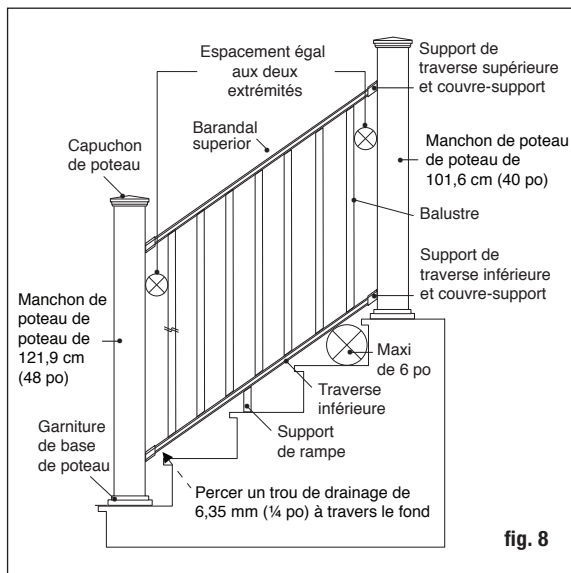
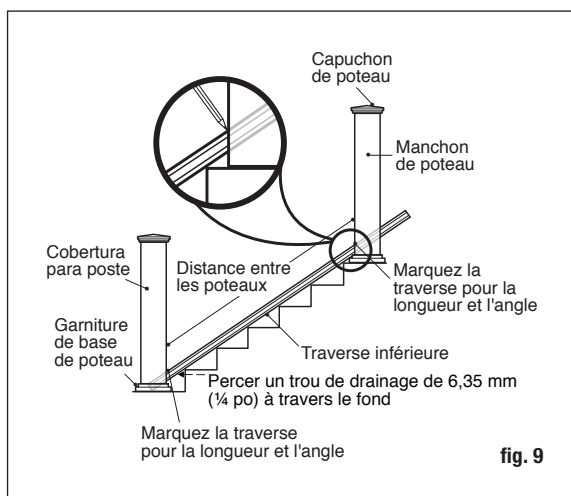
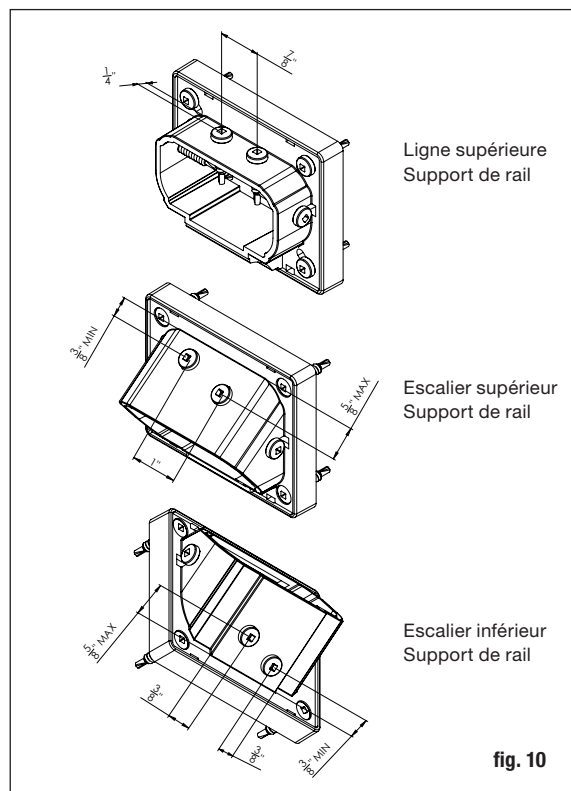

fig. 8
fig. 9
fig. 10
**Étape 6** Mesurez la distance entre les manchons de poteaux installés pour déterminer la longueur des traverses du haut et du bas. Assurez-vous que les trous des balustres sont orientés correctement. Placez la traverse inférieure sur les girons, près des poteaux et ajustez afin que la distance entre le premier trou de balustre et le poteau soit plus élevée qu'au moins 7 cm (2-3/4 po), puis égale aux deux extrémités (fig. 8). Marquez la traverse à la bonne longueur et angle. Coupez la traverse du bas. Coupez la traverse du haut à la même longueur et le même angle (fig. 9). **Percer un trou de drainage de 6,35 mm (1/4 po) à travers le fond de la traverse pour éviter que l'eau ne soit coincée. Placer le trou vers l'extrémité inférieure de la traverse, à environ 38,1 mm (1,5 po) de l'extrémité de la traverse pour éviter le support inférieur.**
**Étape 7** Placez les bons couvre-supports et support de traverse aux extrémités de la traverse supérieure. Portez une attention particulière aux supports utilisés, sachant qu'ils ont des angles différents entre les traverses du haut et du bas (fig. 10). Marquez la position sur le support de traverse et joignez à la rampe inférieure. Placez la traverse inférieure entre les poteaux des girons de l'escalier (fig. 9). Vous pourriez devoir placer des cales entre deux
nez de marche afin de surélever la traverse du bas. Vérifiez les exigences dans votre région. Généralement, une sphère de 15 cm (6 po) ne peut pas passer par le triangle formé par la traverse du bas, le giron et la contremarche (fig. 8). Centrez le support d'escalier sur le poteau. En utilisant le support d'escalier comme guide, marquez la position des vis sur le manchon de poteau et sur les deux extrémités de la traverse. Percez des trous de guidage de 0,3 cm (1/8 po) dans le manchon de poteau et la traverse. Fixez le support d'escalier au manchon de poteau grâce à quatre vis à tête plane n° 8-15 x 5 cm (2 po) - n° 2, puis fixez le support d'escalier à la traverse en utilisant deux vis à minces à têtes carrées autotaraudeuses n° 8-16 x 1,9 cm (3/4 po) - n° 1.